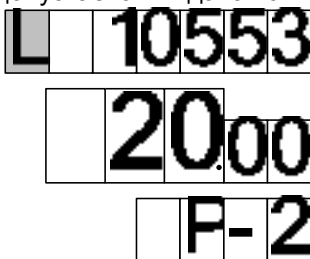

Рисунок 7
9.7 Предусмотрен просмотр на табло значений суммарного счетчика рукава в строке указателя стоимости с мигающим символом "L" в старшем разряде. В строке цены за литр отображается порядковый номер рукава и символы "P -" (рисунок 7). В случае многорукавной колонки, чтобы просмотреть на табло значения суммарных счетчиков других рукавов стороны, необходимо снять раздаточный кран интересующего рукава. В этом режиме допускается выдача топлива.